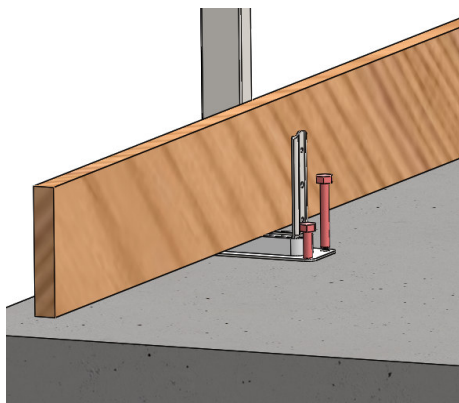

fig. 7
Montaggio (fig. 7 – 8 – 9)
- Utilizzando una piattaforma di lavoro in sicurezza, posizionare un primo montante accostandolo al bordo (fig. 7) del manufatto **(N.B.: il montante deve essere posizionato ad almeno una distanza di sicurezza di 5cm dal bordo)**; iniziare quindi ad installare i 4 tasselli di fissaggio scelti in base alla tabella carichi riportata a pag 4 di tale manuale.